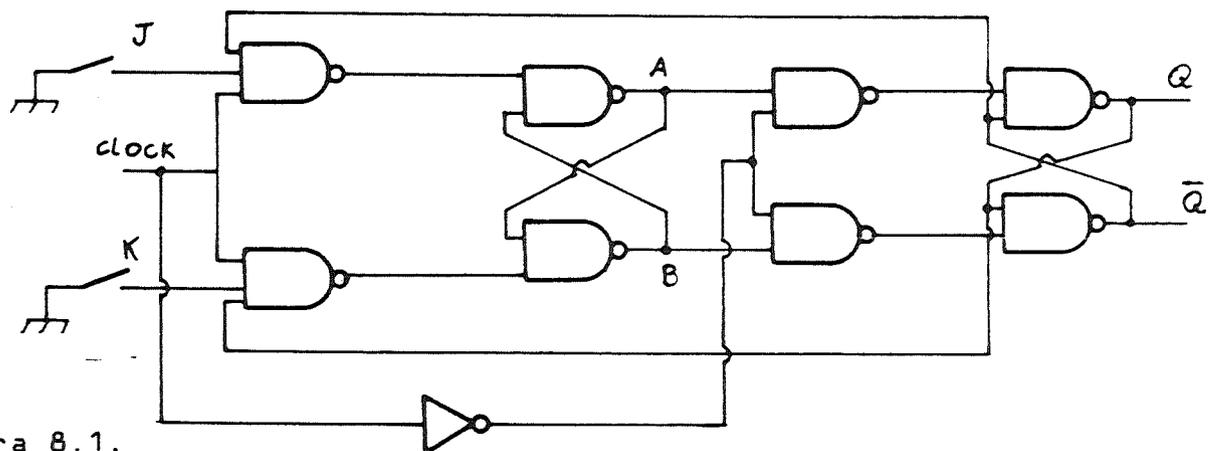

Figura 8.1.
2.1.1. Implemente o circuito da figura 8.1. e forneça os nomes dos CIs empregados e o número da pinagem.
2.2 Utilizando o mesmo esquema do item anterior (figura 8.1) construa um FF/MS tipo T. (as entradas J e K são idênticas!)